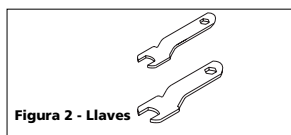

Figura 2 - Llaves
2. Ajuste firmemente el mandril portapieza con llaves (incluidas con algunos modelos) (Vea la Figura 2 & 3). Aplique una llave a la tuerca del mandril y la otra al eje. Gire la llave de la tuerca del mandril hacia la derecha, mientras al mismo tiempo gira la otra llave en la dirección opuesta, Asegúrese de que el vástago no quede posicionado incorrectamente.